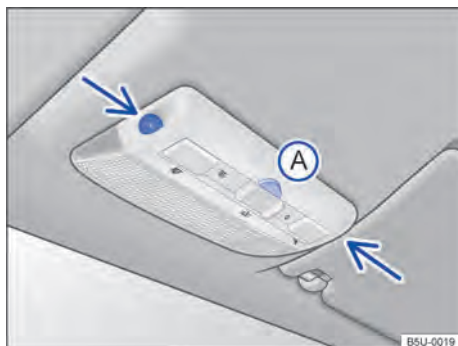
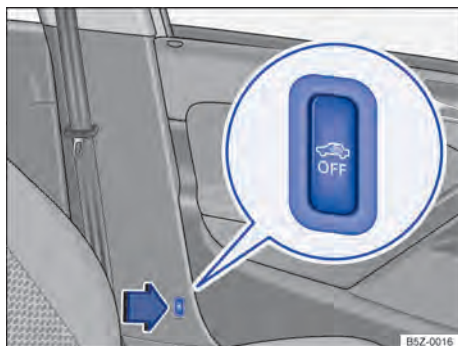

Fig. 47 No console do teto: sensores de monitoramento do interior do veículo e tecla (A) para desligar o monitoramento do interior do veículo.
Fig. 48 Ao lado do banco do condutor: botão para desligar o monitoramento do interior do veículo.
O monitoramento do interior do veículo dispara o alarme com o veículo travado e o sistema de alarme antifurto ligado, se reconhecer movimentos no interior do veículo. O sensor e o receptor estão localizados no conjunto da lanterna de leitura → Fig. 47 (setas).
- Pressionar o botão → Fig. 47 (A) ou → Fig. 48  por 2 segundos. No painel de instrumentos a luz de controle  se acende.